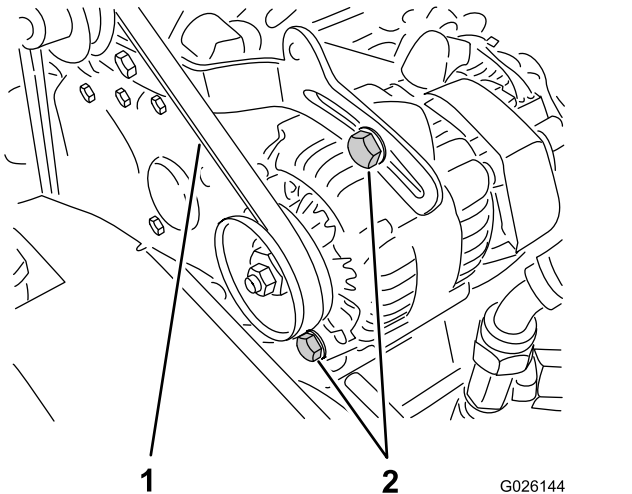

Figure 60
2. Contrôlez la tension de la courroie en exerçant une force de 10 kg (22 lb) sur le brin à mi-chemin entre les poulies d'alternateur et de vilebrequin (Figure 60).
- A. Desserrez les 2 boulons de fixation de l'alternateur (Figure 60).
B. Aidez-vous d'un levier pour tourner l'alternateur jusqu'à ce que la tension de la courroie soit correcte, puis resserrez les boulons de fixation (Figure 60).